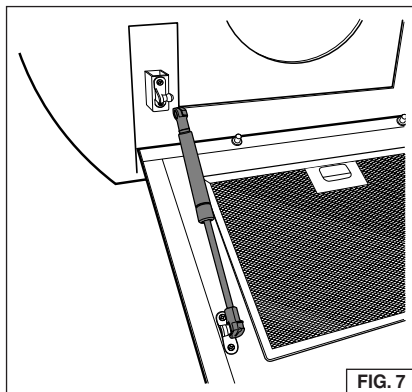
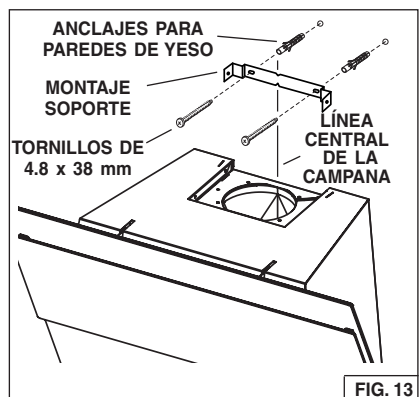

FIG. 7
FIG. 13
2. Tire de cada cilindro para extender la longitud. Fig. 7.
2. Fije el soporte en la pared con (2) tornillos de montaje de 4.8 x 38 mm y anclajes para paredes de yeso. Fig. 7. Asegúrese de que el soporte esté apretado contra la pared y centrado sobre la campana. Fig. 13